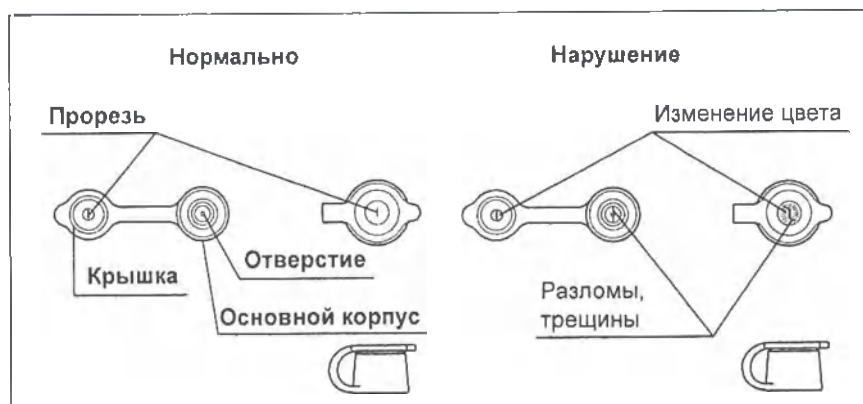

Рис. 3.6
1. Убедитесь в том, что щель и отверстие на клапанах для биопсии не имеют разломов, трещин, деформаций, изменения цвета либо других повреждений (см. Рис. 3.6).